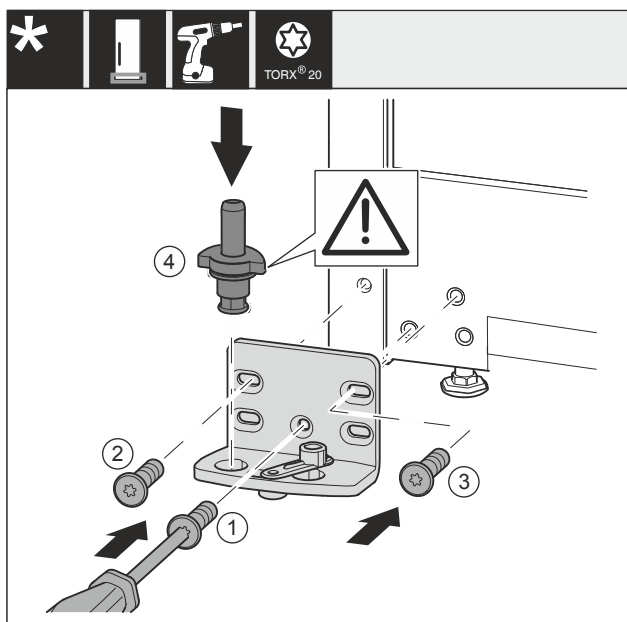

Fig. 38 *
- ▶ Поставете лагерната стойка от другата страна и я завийте с помощта на отвертка. Започнете с Fig. 38 (1) долу в средата.*
- ▶ Затегнете винта Fig. 38 (2) и Fig. 38 (3).*
- ▶ Вкарайте изцяло лагерния болт Fig. 38 (4). При това обърнете внимание на това, фиксиращата гърбица да сочи назад.*